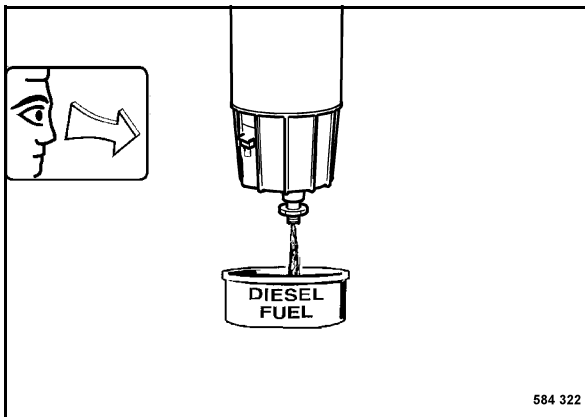

Fig. 154
- Allentare il tappo di scarico (Fig. 154) di alcuni giri e raccogliere il carburante che fuoriesce.